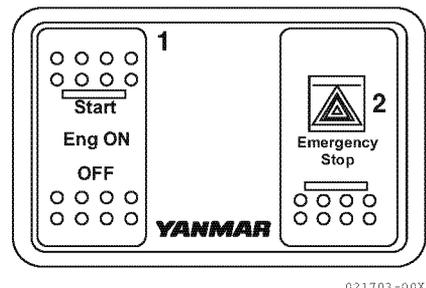

Figura 9
- El interruptor "Eng ON" (1, **Figura 9**) está conectado al panel del primer puesto.
3. El interruptor de paro de emergencia está conectado en serie con el del panel del primer puesto (2, **Figura 9**).